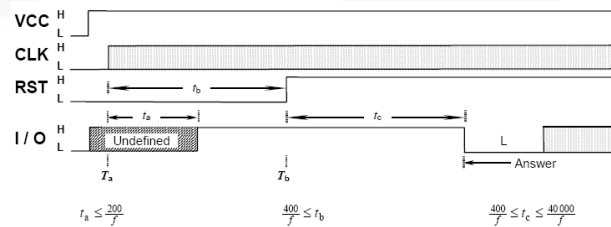

图 15. 激活时序 (ISO 7816-3 2006)
为确保SIM卡电路不会在SIM卡触点物理连接之前激活，IS07816-3 2006强制规定了图15中所述的事件激活顺序。FXLA2204为主机和SIM卡之间的激活时序提供了完整的透明度。
5. 开始激活时序（参见图 15）。